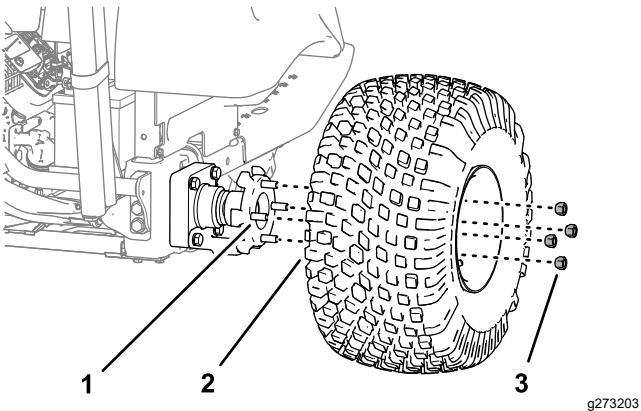

Figura 30
2. Retire las 4 tuercas que sujetan la rueda al cubo, y retire la rueda y el neumático (Figura 30).
7. Monte el neumático y la rueda en los espárragos del cubo de la rueda (Figura 30) con las 4 tuercas que retiró en el paso 2, y apriete las tuercas a mano.